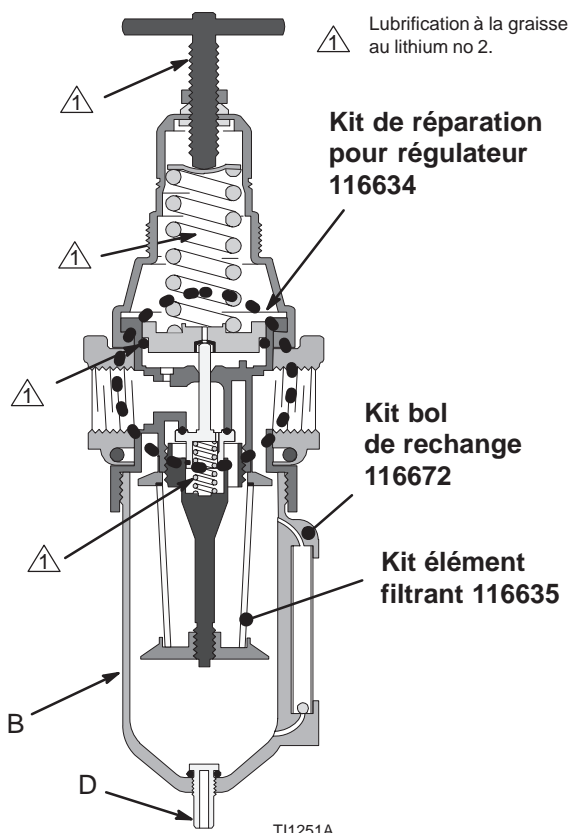

Fig. 3
Purger quotidiennement le bol pour éliminer les impuretés avant qu'elles n'atteignent le niveau de la chicane en ouvrant le purgeur (D) situé au fond du bol (B). Voir la Fig. 3.
Lubrifier les roulements, tous les joints toriques, le filetage des vis de réglage ainsi que les extrémités des ressort avec de la graisse au lithium no. 2. Voir la Fig. 3. Remonter le régulateur.